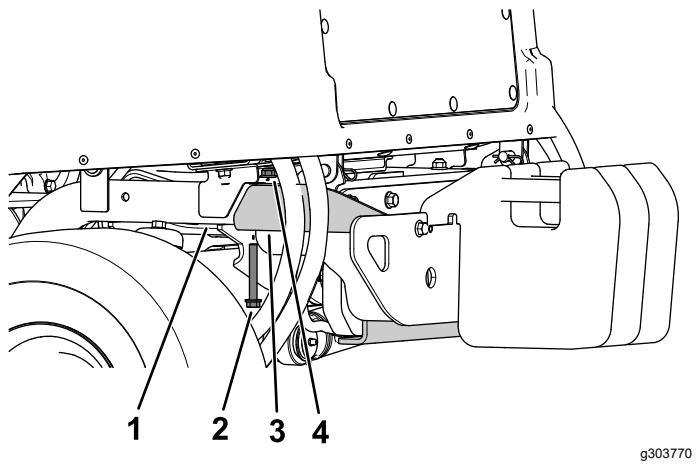

Figura 21
- Rimuovete il bullone a testa flangiata (3/8" x 2-3/4") e il dado flangiato (3/8") che fissano il paraurti al tubo del telaio posteriore su ciascun lato del paraurti (Figura 21).